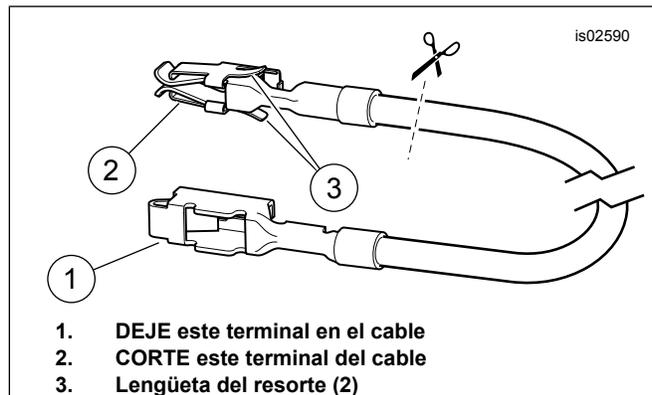

Figura 6. Cable adaptador del bloque de fusibles
4. Obtenga del kit el cable del adaptador del bloque de fusibles naranja/blanco (10). Observe el terminal en cada extremo (vea Figura 6. Solamente el terminal **SIN las lengüetas de resorte** encaja dentro de la cavidad de fusibles. Cuidadosamente corte el terminal **CON** lengüetas de resorte del cable y deséchelo.